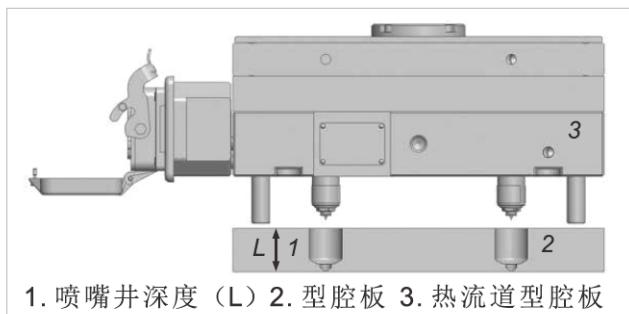

图7-1 喷嘴孔深度
1. 检查型腔板中喷嘴安装孔的深度 (L) 是否符合Mold-Masters的规格。见图7-1。